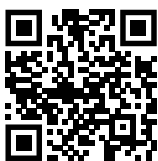

Fig. 128
- ▶ Abrir el Liebherr SmartMonitoring Dashboard. (consulte Fig. 128).